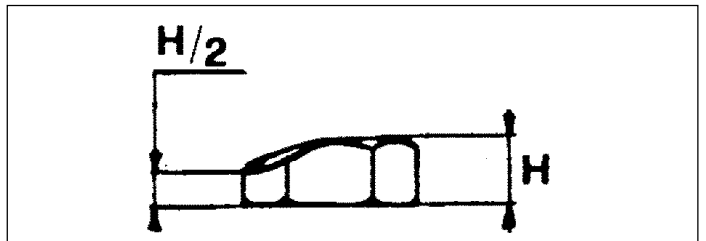

Fig. 24
- l'**écrou de serrage** est usé : si la hauteur de l'écrou est 1/2 de la hauteur d'origine (fig. 24).